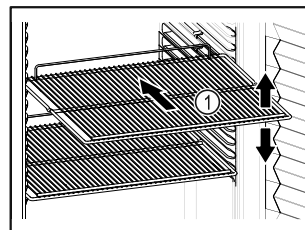

Fig. 70 Примерно изображение
- ❑ Ако стелажите за съхранение Fig. 70 (1) могат да се местят, регулирайте ги според височината.